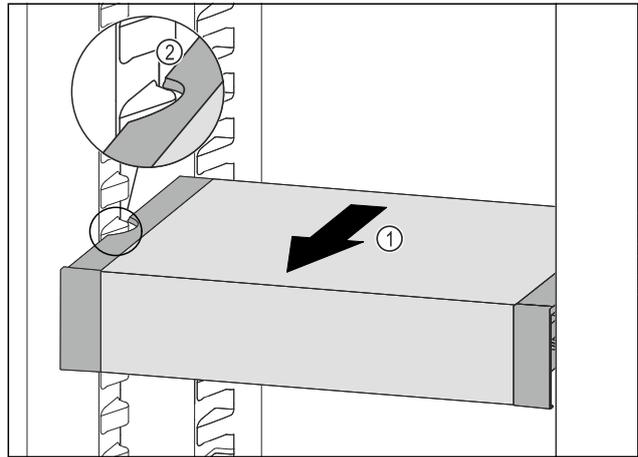

Fig. 130
- ▶ VarioSafe nach vorne ziehen Fig. 130 (1), bis sich die seitlichen Aussparungen des VarioSafes auf Höhe der Behälterrippe im Kühlteil befinden. Fig. 130 (2)